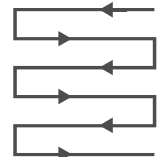

Fig. 26
5. Corte el césped en pasadas que se solapen ligeramente. El patrón más eficaz para cortar el césped es en pasadas rectas paralelas a uno de los lados. De esta forma, las pasadas serán regulares y se asegurará de cortar todo el césped sin dejarse ninguna zona (Fig. 26).
8. Vacíe el recogedor de hierba (28) con regularidad.